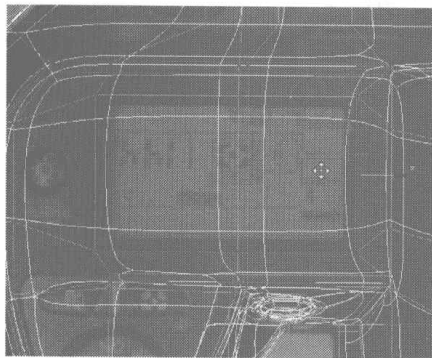
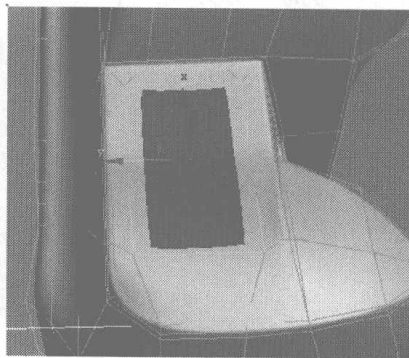
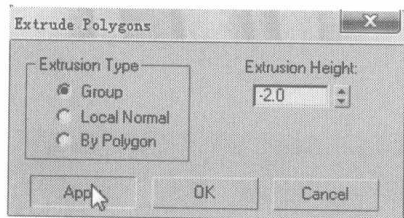
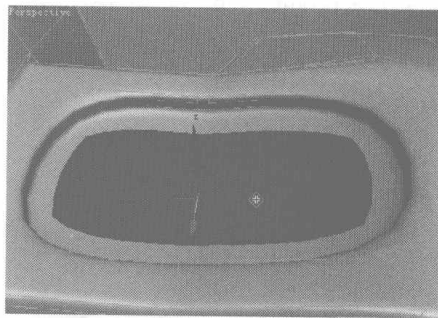

图 6.90
图 6.91
图 6.92
图 6.93
- 01** 在 Top 视图中适当调整液晶显示屏处的节点，如图 6.90 所示，切换为面编辑，选择如图 6.91 所示的面，在 Edit Polygons 卷展栏中单击 **Extrude** 右侧的小按钮，在弹出的对话框中设置挤压参数，如图 6.92 所示，将该命令应用两次，挤压效果如图 6.93 所示。